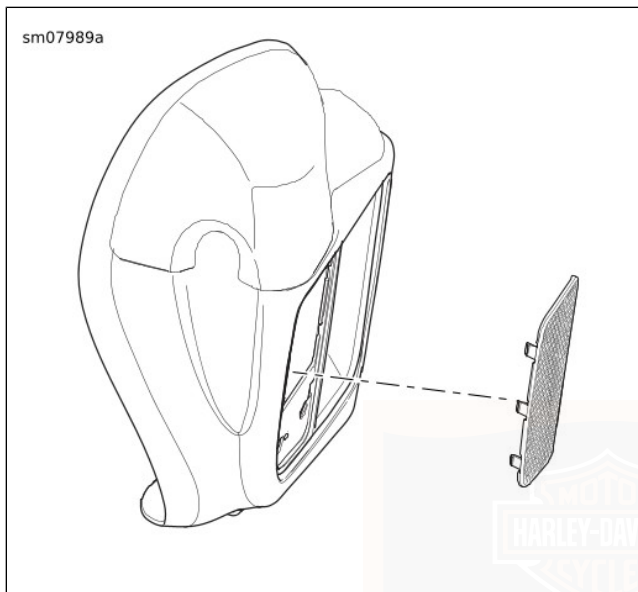

Figure 76. Panneau de grille du carénage inférieur
1. Voir Figure 76 . Retirer la grille extérieure du carénage inférieur.